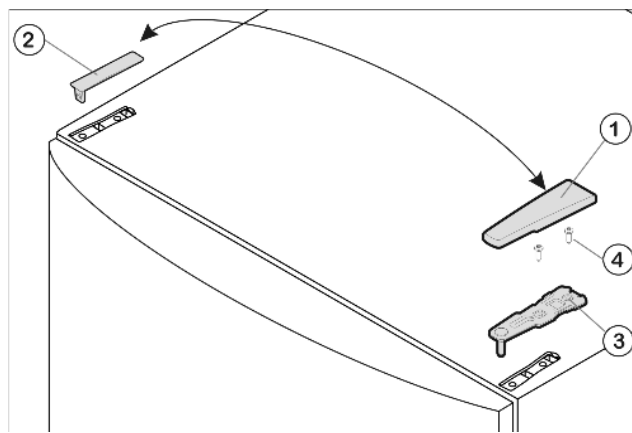

Fig. 4
- Стяните крышку Fig. 4 (1) вперёд и снимите крышку Fig. 4 (2).
- Открутите верхний опорный кронштейн Fig. 4 (3) (2 шт. Torx 25) Fig. 4 (4) и вытяните вверх.
- ▶ Установите верхний опорный кронштейн Fig. 4 (3) на новой стороне шарнира и защелкните в дверце.
- ▶ Прикрутите верхнюю опорную подставку (2 шт. Torx 25) Fig. 4 (4). При необходимости просверлите отверстия или используйте аккумуляторную отвертку.
- ▶ Защёлкните крышку Fig. 4 (1) и крышку Fig. 4 (2) на противоположной стороне.